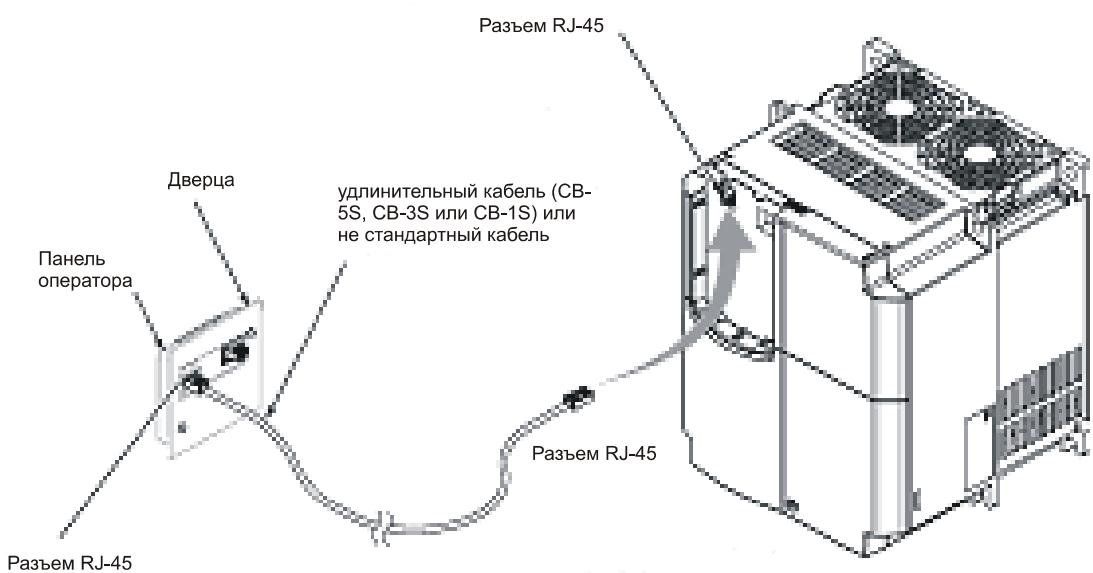

Рисунок 2.35 Соединение ПЧ и панели оператора
(5) Соедините ПЧ и панель оператора стандартным удлинительным кабелем (CB-5S, CB-3S или CB-1S) или при помощи не стандартного кабеля RJ-45 (порт стандарта RS485) (см рис. 2.35)